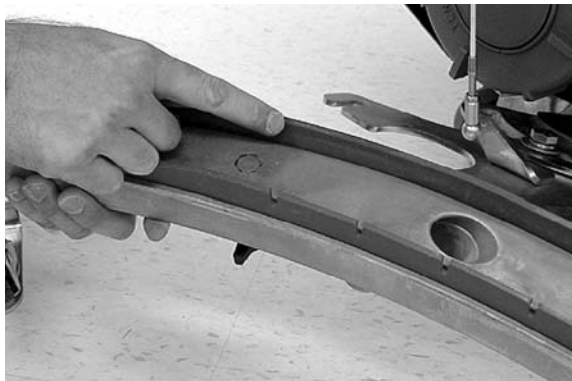

FIG. 42
7. Vérifiez l'état du bord nettoyant de la lame de racloir (Figure 42). Faites pivoter la lame en cas d'usure. (Voir REMPLACEMENT DES LAMES DE RACLOIR)